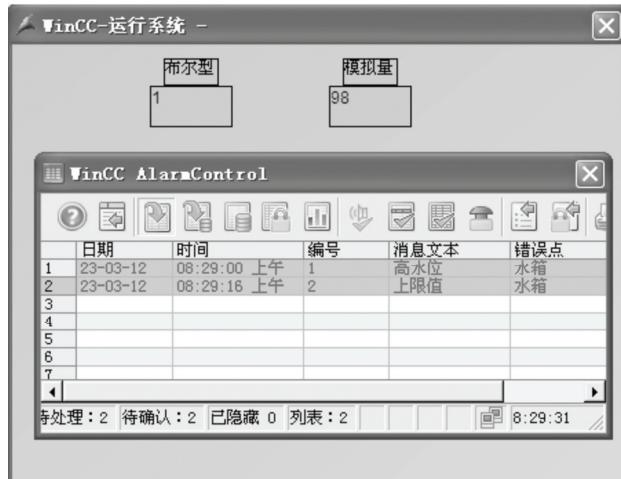

图 6-33 运行后的效果
4) 运行系统。在图形编辑器中，单击“运行系统”按钮 ，在“输入/输出域”中输入“98”，如图 6-33 所示，就会激发“水箱”中的“高水位”，因为“水箱”中的“高水位”是与 16 位无符号变量“C\_fill”关联的，而“输入/输出域”也是与“C\_fill”关联的，当“C\_fill” $\geq 60$  时，也就是“C\_fill”大于等于设定的上限值时，激发报警。